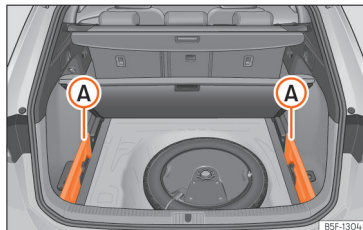

Fig. 180 Al maleters: allotjament per guardar la safata enrotllable.
- Traieu les tapes esquerra i dreta »» fig. 180